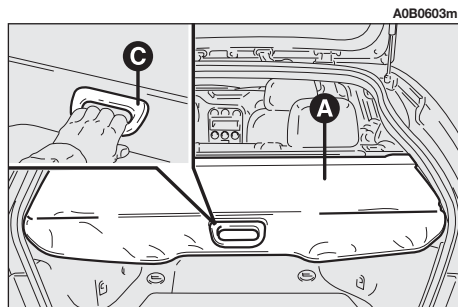
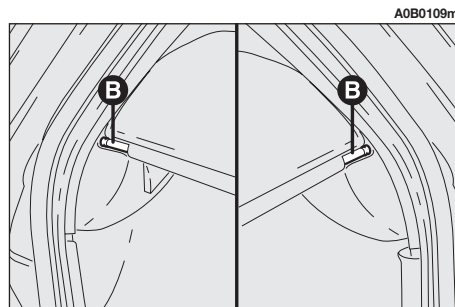

fig. 28
fig. 29
Le rideau couvre-bagages (**A-fig. 28**) peut être enroulé et enlevé.
Pour l'enrouler, sortir les deux broches arrière (**B-fig. 29**) de leurs sièges.
**AVERTISSEMENT** Accompagner le rideau pendant qu'on l'enroule, en le tenant par la poignée (**C-fig. 28**).
Pour remettre le rideau enfilez les extrémités de l'enrouleur dans leurs sièges correspondants, en s'assurant que les crochets de fixation soient correctement bloqués en avant en rendant visibles les symboles vert à la base des touches, puis le déployer en le tirant par la poignée (**C-fig. 28**) et accrocher les deux pions arrière (**B-fig. 29**).